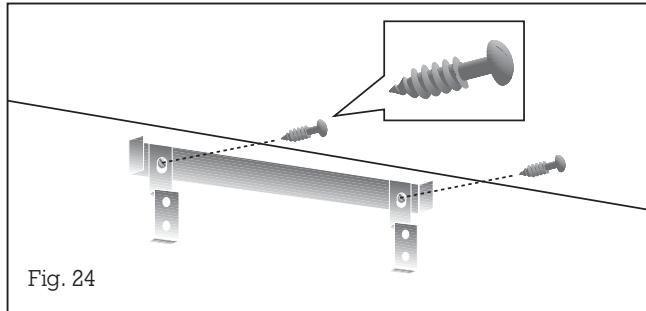

Fig. 24
- Avvitate l'angolo di supporto per il rivestimento del camino con i 2 angoli di supporto per l'alloggiamento (convogliamento aria) sulla parete (Fig. 24).